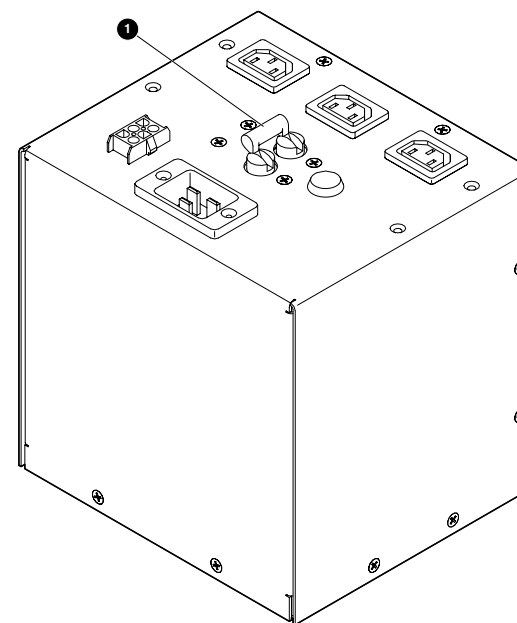

Afbeelding 1: aan/uit-schakelaar
6. Kijk op de voorzijde van de library waar het schuifje zit dat de aan/uit-schakelaar afdekt (zie afbeelding 1).
3. Open op de voorzijde van de library het schuifje dat de aan/uitschakelaar afdekt (zie afbeelding 1).